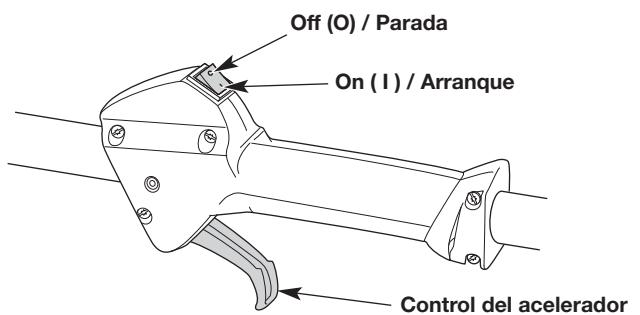

Fig. 9
NOTA: No es necesario encender la unidad. El interruptor de encendido/apagado está en la posición ON (I) (encendido) en todo momento (Fig. 9).
5. Apriete y mantenga oprimido el control del acelerador (Fig. 9).
2. Oprima y mantenga apretado el interruptor de encendido/apagado en la posición OFF (O) (apagado) hasta que el motor se pare por completo (Fig. 9).
- NOTA:** No es necesario encender la unidad. El interruptor de encendido/apagado está en la posición ON (I) (encendido) en todo momento (Fig. 9).
6. Apriete y mantenga oprimido el control del acelerador (Fig. 9).